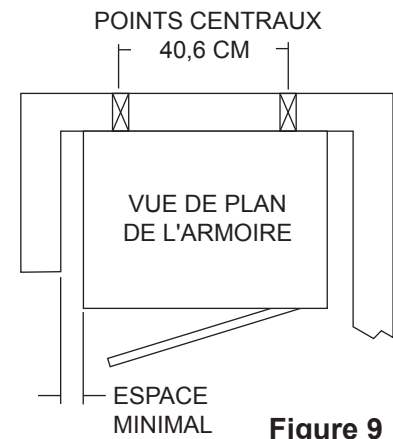

Figure 9
Pour plus de sécurité, fixez l'armoire à une surface solide en laissant le moins d'espace possible de chaque côté. Idéalement, il faudrait fixer l'armoire au mur latéral d'un placard. (Voir la figure 9.)
Les (4) trous de fixation à l'arrière de l'armoire doivent être alignés avec le point central des poteaux muraux. Ces points sont à une distance de 40,6 cm. (Voir la figure 9.) Au besoin, percez de nouveaux trous dans l'armoire.
Les (4) trous de fixation à l'arrière de l'armoire doivent être alignés avec le point central des poteaux muraux. Ces points sont à une distance de 40,6 cm. (Voi la figure 9.) Au besoin, percez de nouveaux trous dans l'armoire.